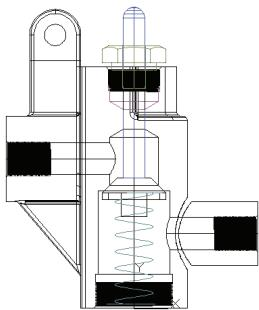

图 11-176 着色后的图形
14) 着色面：选择菜单栏中的“修改”→“实体编辑”→“着色面”命令，将视图中的面按照需要进行着色。结果如图 11-176 所示。